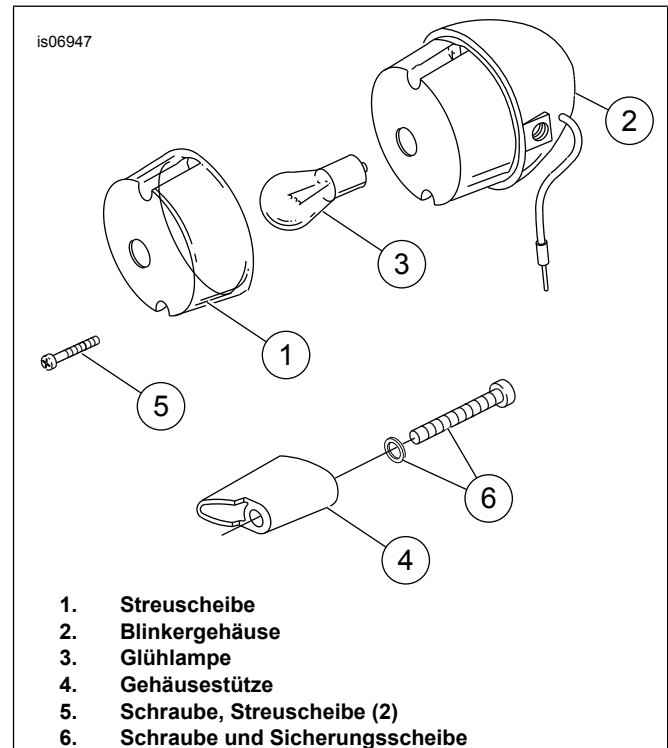

Abbildung 1. Ausbau des Originalblinkerstiels
1. Siehe Abbildung 1. Die Streuscheibe (1) vom hinteren Blinkergehäuse (2) entfernen. Die Glühlampe (3) aus der Blinkergehäusefassung entfernen.